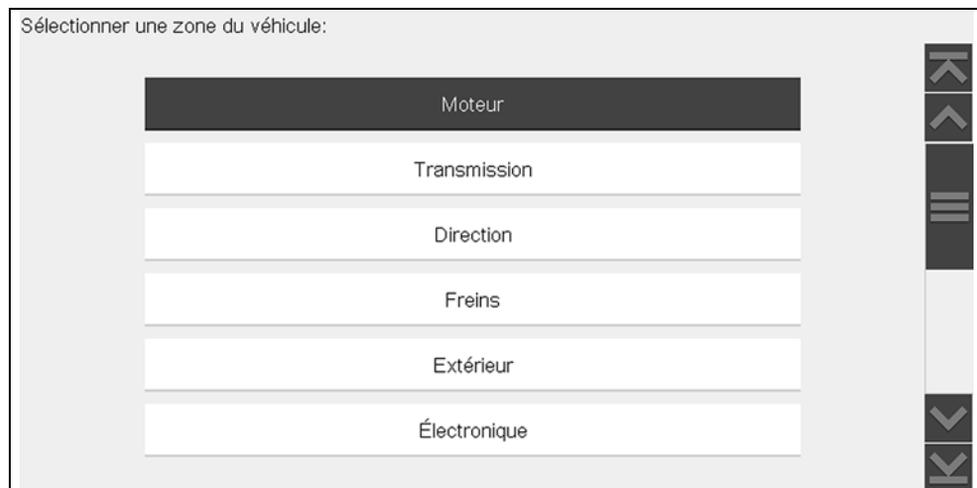

Figure 10-2 Menu Zone du véhicule
4. Sélectionnez une zone du véhicule (p. ex. **Moteur, Boîte de vitesses, Freins, etc.**) (Figure 10-2).